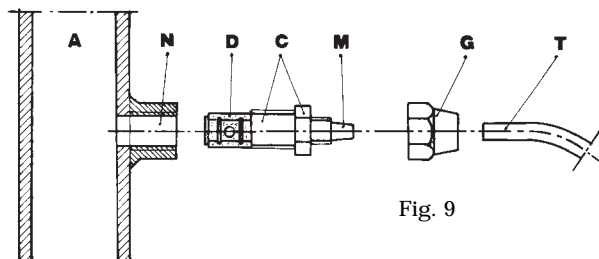

Fig. 9
- g. - Applicare sulla condotta dell'impianto da trattare, nel punto più idoneo per effettuare l'iniezione del prodotto da dosare, un raccordo da 3/8" gas femmina. Tale raccordo è escluso dalla fornitura. Avvitare la valvola di iniezione nel raccordo utilizzando come guarnizione del Teflon Fig. 9. Connettere il tubetto all'attacco conico della valvola d'iniezione e bloccarlo con l'apposita ghiera G. La valvola di iniezione è anche valvola di non ritorno.
**3.1 - SCHEMA DI MONTAGGIO VALVOLA DI INIEZIONE Fig. 9**